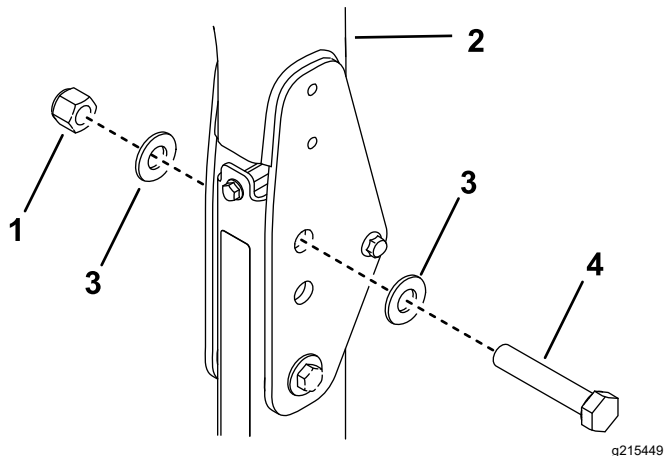

Figura 37
2. Coloque una arandela (13/16" x 1½") en cada perno (¾" x 4"), según se muestra en Figura 37.
3. En los taladros de donde se retiraron los pasadores, instale los pernos y las arandelas (Figura 37).
4. Coloque otra arandela sobre cada perno y sujételas con una tuerca (¾"), según se muestra en Figura 37.